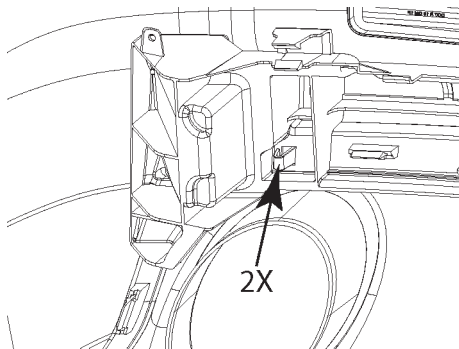

FIGURE 6A
9. Décliqueter l'amortisseur de pare-chocs du carénage (4 agrafes). Se reporter aux figures 6a et 6b.